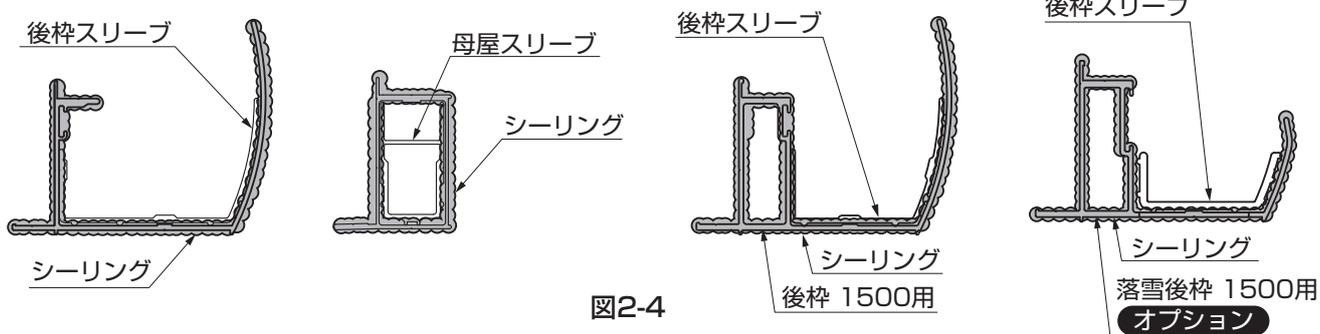

図2-4
- ①連棟部分にシーリング材を充てんしてください。(図2-4参照)